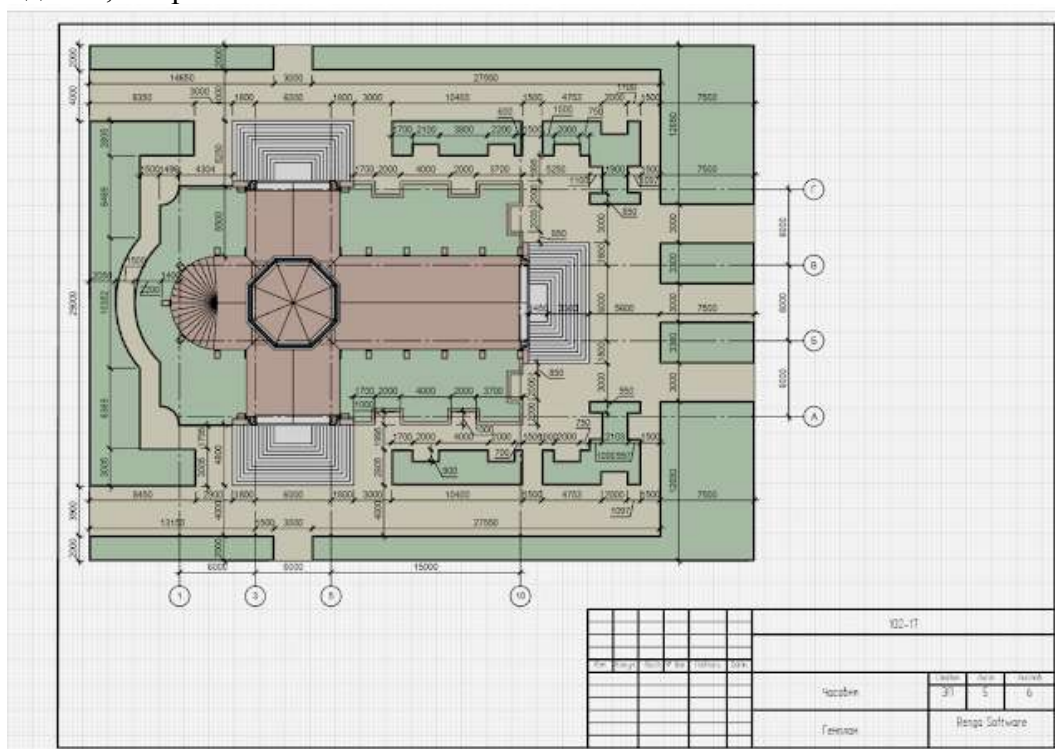

Рисунок 9.3 – Модель генерального плана
3. Генеральный план в программе ренга вычерчивать с помощью инструментов плита перекрытия. Нанести элементы благоустройства территории, озеленение, тротуары, зелёные насаждения, см. рис.9.3.